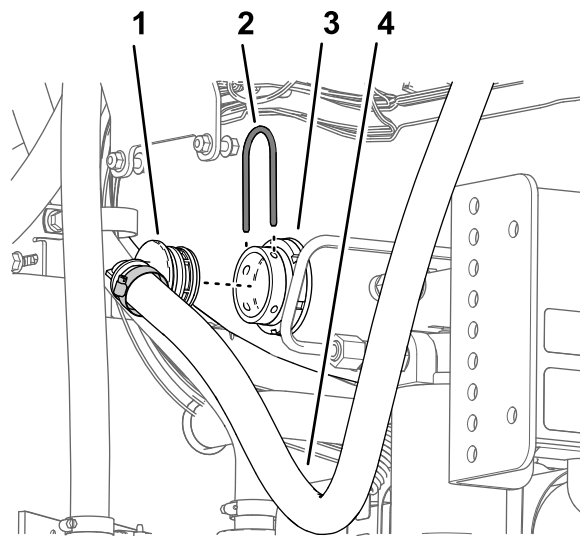

図 63
2. バイパスホースの下端にあるバーブ付き90°フィッティングを液剤タンクバルクヘッドフィッティングに固定している大きいリテーナを取り外す 図 63。